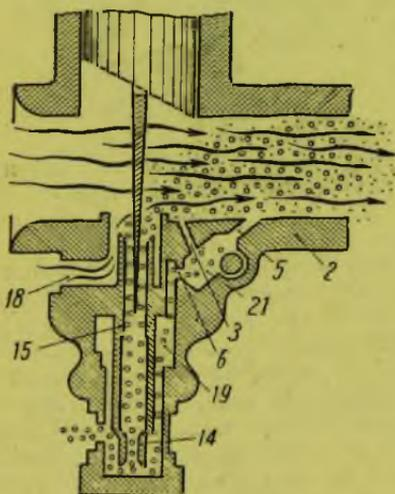

Рис. 98. Режим максимальных оборотов — открытие дросселя от  $\frac{3}{4}$  до полного
Режим максимальных оборотов — открытие дросселя от  $\frac{3}{4}$  до полного (рис. 98). Подача бензина идет исключительно через жиклерную колонку, через зазор между стенками сверления в ней и иглой. Подача бензина контролируется жиклером (14). На диапазоне дрос-